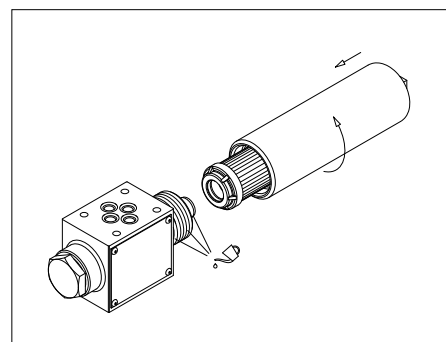

fig. 5
- (Fig. 5) Lubrificare con il fluido di lavoro l'O-ring, il codolo e il filetto della testata, quindi calzare l'elemento filtrante sul codolo